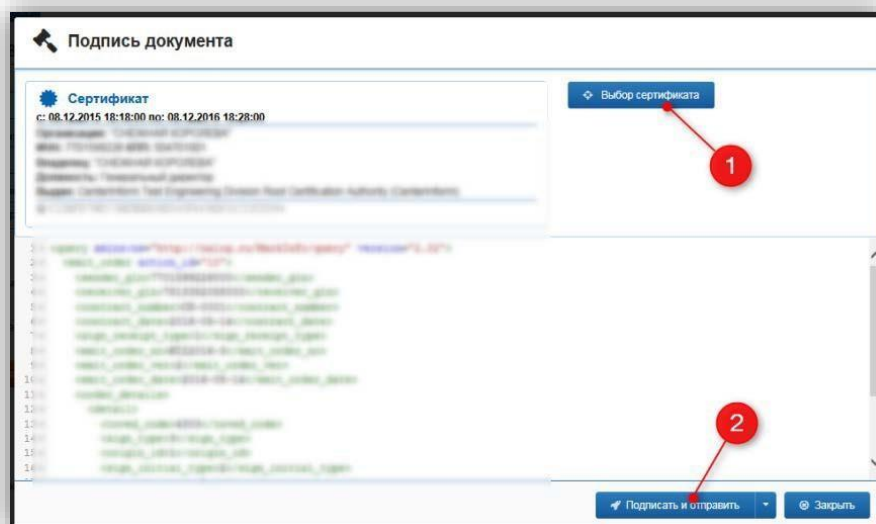

Рисунок 78 – Выбор сертификата и подпись
2) Далее выберите сертификат для подписи и нажмите кнопку «Подписать и отправить» (рис. 78).